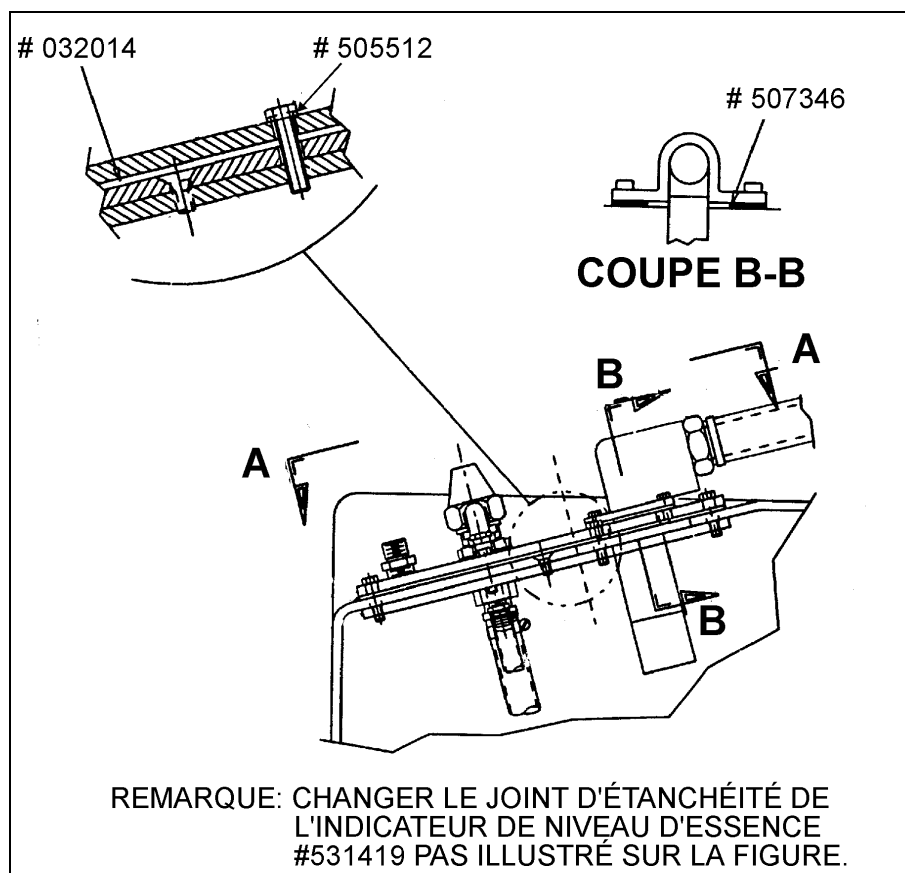

FIGURE 3
1. En utilisant le nouveau joint d'étanchéité et les nouvelles rondelles de cuivre (Prévost #032014 et #505512), remettre en place et fixer le panneau de contrôle du réservoir (Fig. 3).